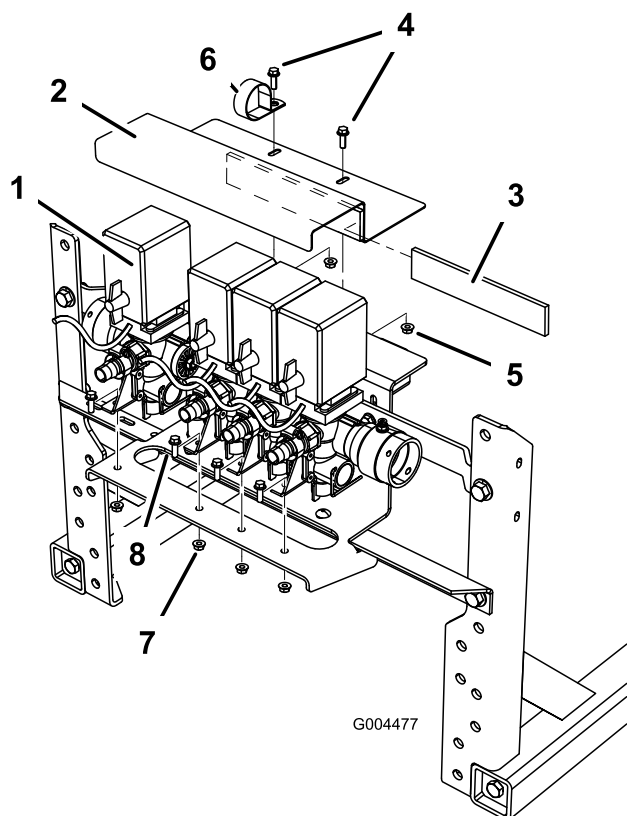

Figure 11
5. Fixez le bloc de vannes au support au moyen des fixations que vous avez retirées précédemment (Figure 11).
6. Placez la bande de mousse sur le support supérieur du bloc de vannes (Figure 11).